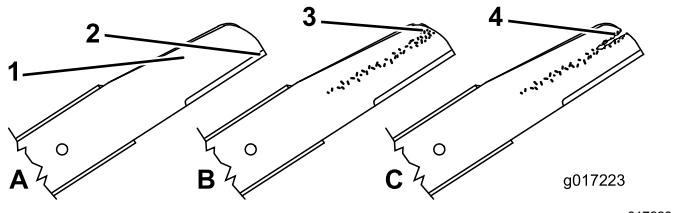

Figura 38
1. Ispécione as extremidades de corte (Figura 38). Se as extremidades não estiverem afiadas ou estiverem amolgadas, retire e afie as lâminas.
2. Ispécione as lâminas, especialmente a área curva (\(Figura 38\)). Se verificar quaisquer danos, desgaste, ou a formação de ranhuras nesta área, substitua imediatamente por lâminas novas.